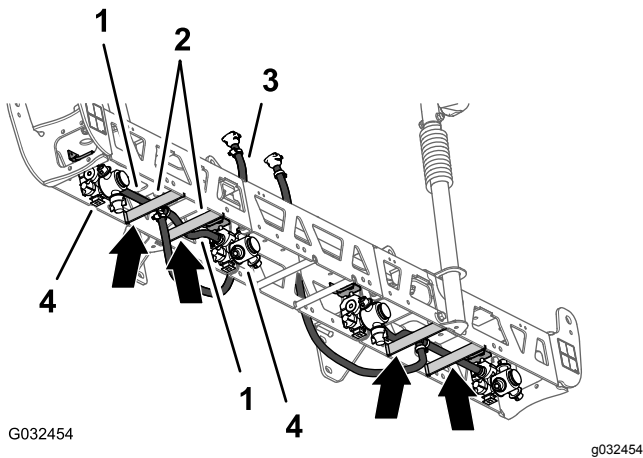
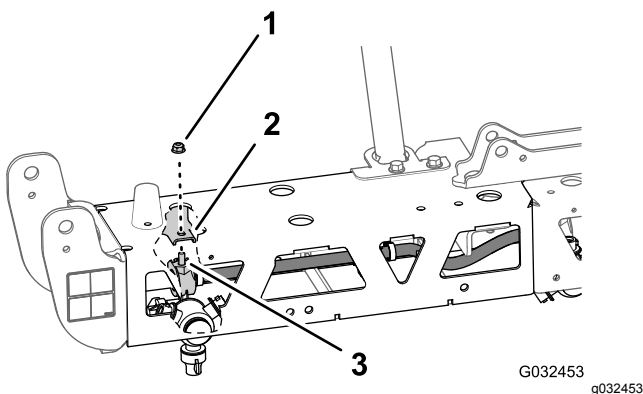

Figura 59
Figura 60
1. Passe o tubo 13 mm e o conjunto do bico entre os tirantes da armação da armação exterior (Figura 59).
2. Passe o tubo e o bico por cima do tirante da armação e para fora para a montagem do bico exterior (Figura 59).
3. Alinhe o parafuso de cabeça sextavada (5/16 pol. x 3/4 pol.) do bico do pulverizador através do orifício na montagem do bico e prenda sem apertar o bico na montagem com uma porca de bloqueio flangeada (5/16 pol.) do kit de acabamento de sistema de pulverização GeoLink (Figura 60).
4. Passe o outro tubo (13 mm) e o conjunto do bico entre os tirantes da armação da armação exterior (Figura 59).
5. Passe o tubo e o bico por cima do tirante da armação e para dentro para a montagem do bico interior (Figura 59).
6. Alinhe o parafuso de cabeça sextavada (5/16 pol. x 3/4 pol.) do bico do pulverizador através do orifício na montagem do bico (Figura 60) e prenda sem apertar o bico na montagem com uma porca de bloqueio flangeada (5/16 pol.) que retirou nos passos 1 e 4 de Remoção dos bicos do pulverizador (página 27).
8. Passe o tubo e a ligação roscada 13 x 810 mm para a lateral da secção de pulverização central com os suportes esquerdo e direito (Figura 59).
9. Repita os passos 1 a 8 para o outro tubo e conjunto do bico na outra armação exterior (Figura 59 e Figura 60).